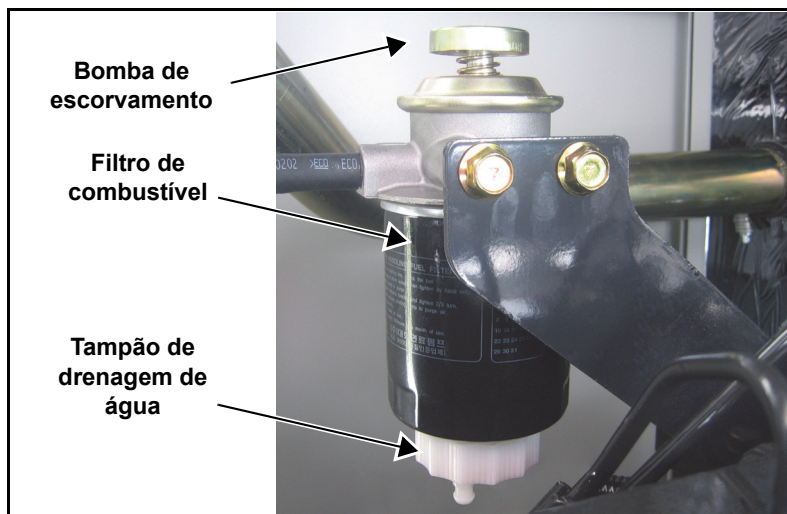

Figura 5-8. Drene a água do filtro de combustível
1. Lentamente solte o tampão de drenagem de água. Consulte a Figura 5-8.